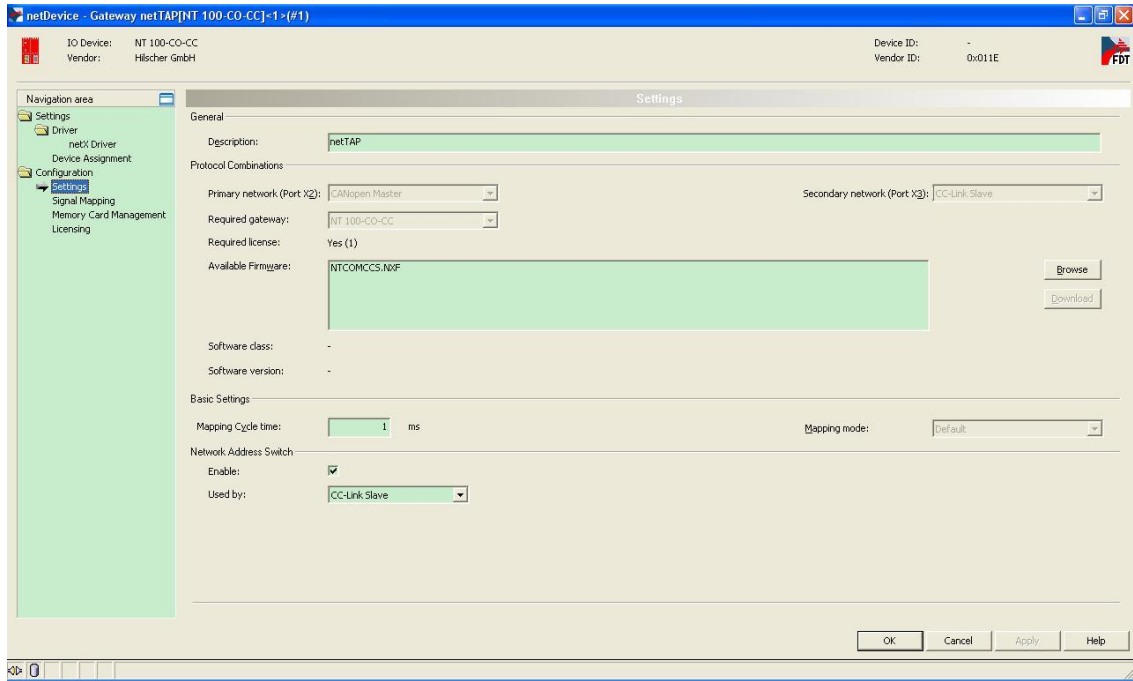

图 13
(13) 在“Setting”栏中，做如图 13 选择，X2 端口选择“CANopen Master”，X3 端口选择“CC-Link Slave”，在单击对应的 Firmware 后，单击“Download”按钮下载 Firmware。右下角的 Enable 参数打勾使能，说明 NT100 的 CC-Link 地址由外部拨码盘设置。拨码盘缺口指向的是设置的数字。在以后使用时，如果转换的协议没有改变，那该固件只需要下载一次即可。固件下载完成后，单击 OK 按钮退出该对话框。